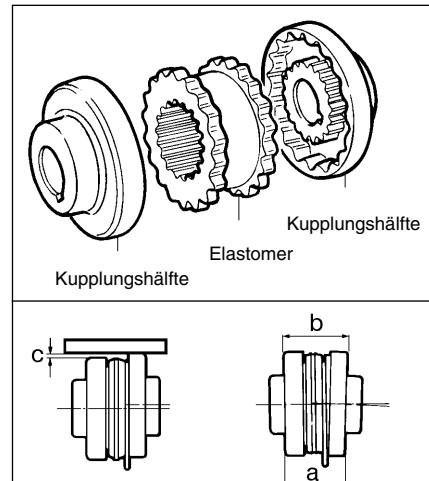

Abb. 27
12.11 Ersetzung der Elastomerkupplung SURE-FLEX (Abb. 27)
- **Radial:** (Abb. 27) ein Lineal auf die Außenfläche der Kupplungshälften an zumindest vier Punkten des Umfangs auflegen, die max. Abweichung (Quote C) messen und so nahe wie möglich an Null bringen (siehe Tabelle).
- **Winkel:** (Abb. 27) mit einem Kaliber an zumindest vier Punkten den Abstand zwischen den beiden Kupplungshälften messen und den Unterschied (b-a) so nahe wie möglich an Null bringen (siehe Tabelle).